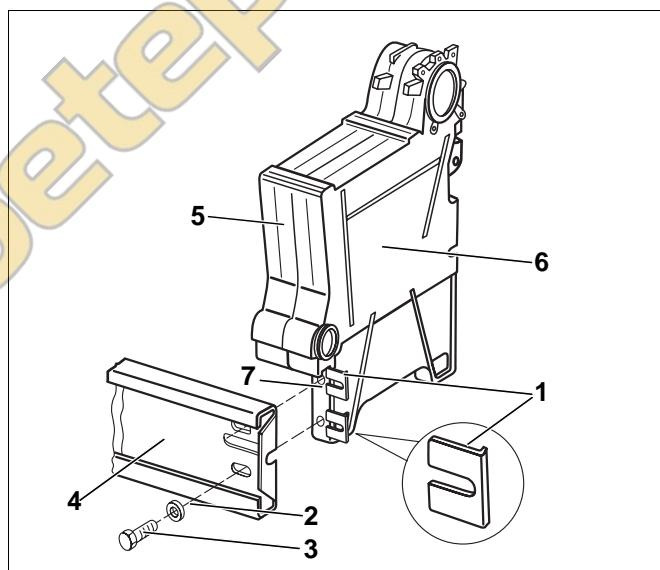
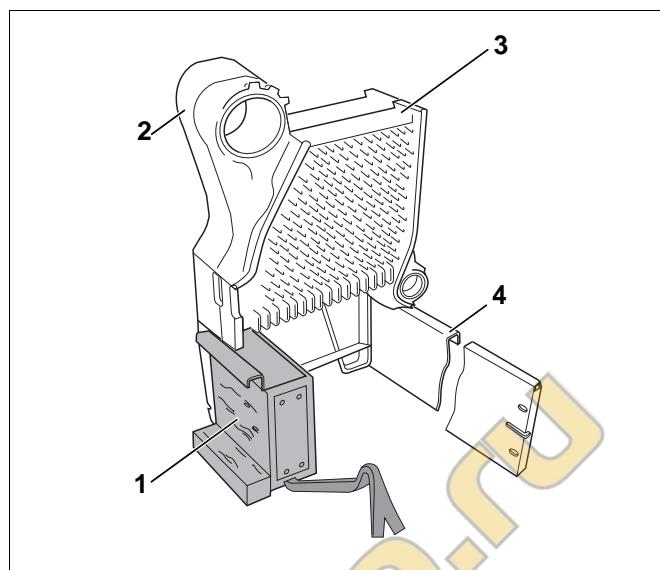

Рис. 13 Установка напольной планки
Рис. 14 Секции котла, установленные на монтажном приспособлении
- Вставить вкладыш (рис. 13, **поз. 1**) в опору конечной секции (рис. 13, **поз. 7**).
- Закрепить напольную направляющую (рис. 13, **поз. 4**) болтами M8 x 30 (рис. 13, **поз. 3**) с подкладными шайбами (рис. 13, **поз. 2**) и гайками на опоре конечной секции (рис. 13, **поз. 7**).
Часть котлового блока (конечная секция (рис. 13, **поз. 6**) и первая средняя секция (рис. 13, **поз. 5**) должны во время сборки иметь опору и быть закрепленными от опрокидывания. Для опоры части блока используйте монтажное приспособление (рис. 14, **поз. 1**, стр. 18).
Здесь показана сборка котлового блока с помощью монтажного приспособления (рис. 14, поз. 1).
- Установить конечную секцию (рис. 14, поз. 2) с первой средней секцией (рис. 14, поз. 3) на фундамент и немножко отклонить.
- Задвинуть монтажное приспособление (рис. 14, поз. 1) под секции котла и осторожно установить их.